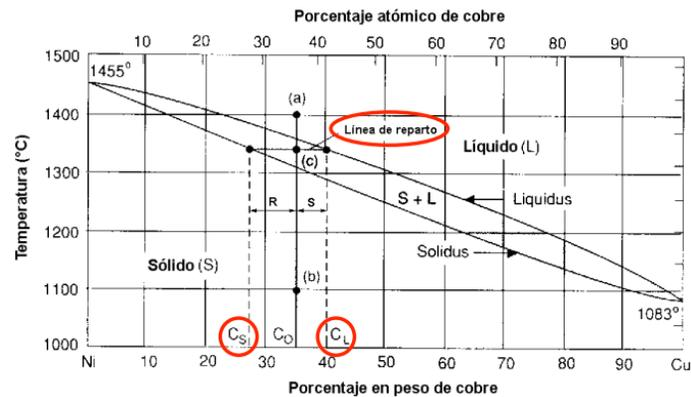

Figura 9. Regiones bifásicas
3. La proporción o porcentaje de cada fase se calcula en base a la Regla de la Palanca. (Ver figura 9)